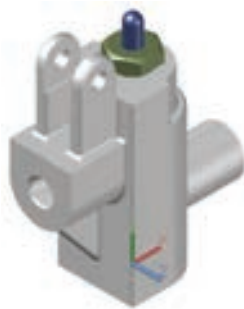

图 11-169 着色后的图形
7) 着色面：选择菜单栏中的“修改”→“实体编辑”→“着色面”命令，将视图中的面按照需要进行着色。结果如图 11-169 所示。